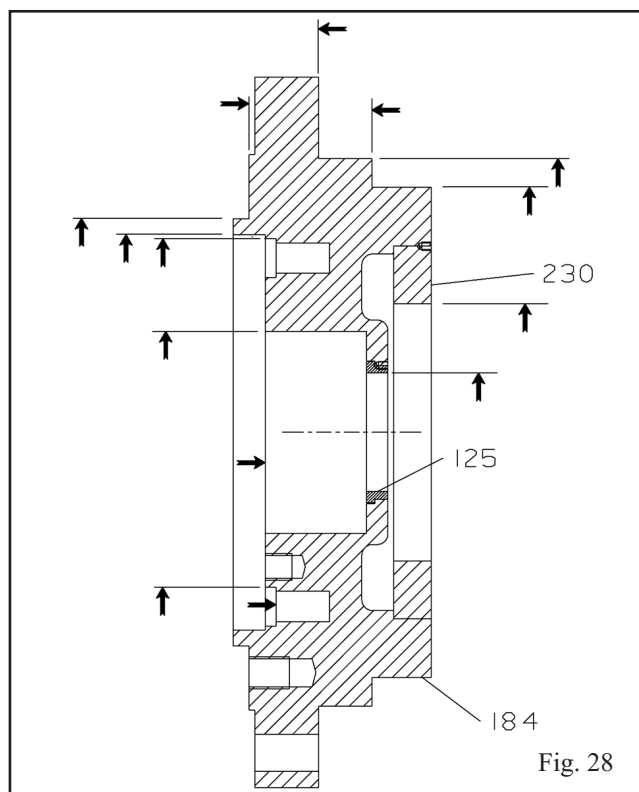

Fig. 28
1. Certifique-se de que todas as superfícies de selagem da gaxeta/anel estejam limpas e que não apresentem danos que possa causar problemas ou impedir a selagem (Fig. 28).
4. Meça o diâmetro interior do casquilho da tampa da câmara de selagem (125). Se a folga diametral entre ele e o cubo do impulsor (101) exceder 1,20 mm (0,047 pol.), uma ou ambas as peças devem ser substituídas. Consulte *Renovação das peças gastas* para obter as instruções de substituição do casquilho da tampa da câmara de selagem.